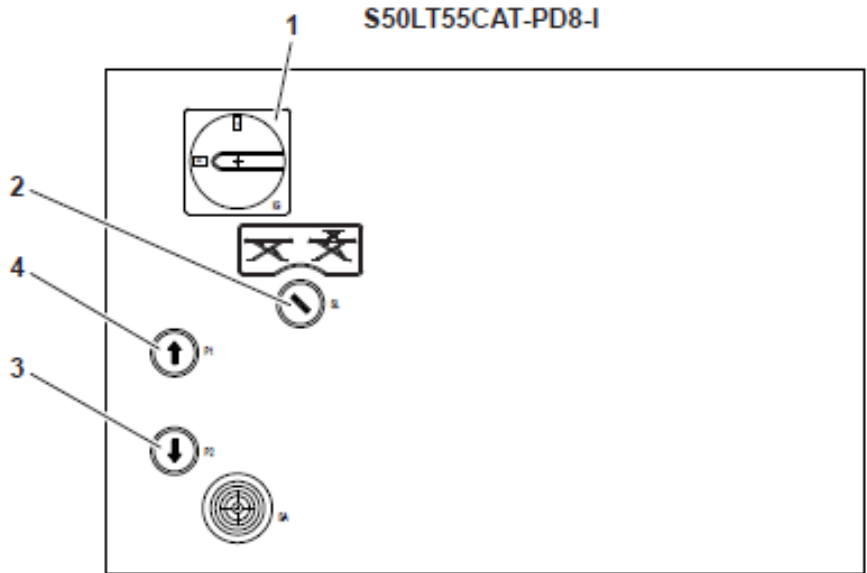

Fig. 44
**Upp** - (ref. Bild 44) Huvudströmbrytare (1) i läge 1.